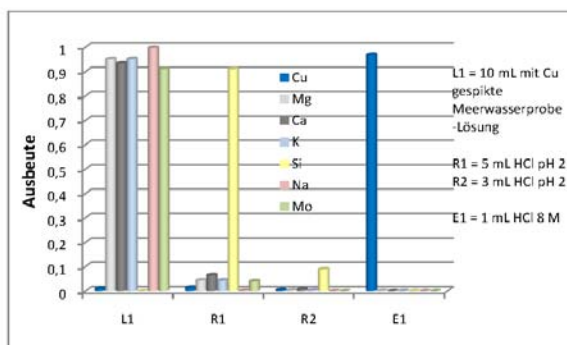

Figure 5: Etude d'éluion d'un échantillon d'eau de mer dopé (3).
La méthode pour la séparation du cuivre a été testée pour d'autres matrices (3). Il s'avère que le cuivre est quantitativement extrait à partir de 10mL d'eau de mer acidifiée (pH 2.3). Cu est alors élué à plus de 95% dans 1mL de HCl 8M (figure 5).